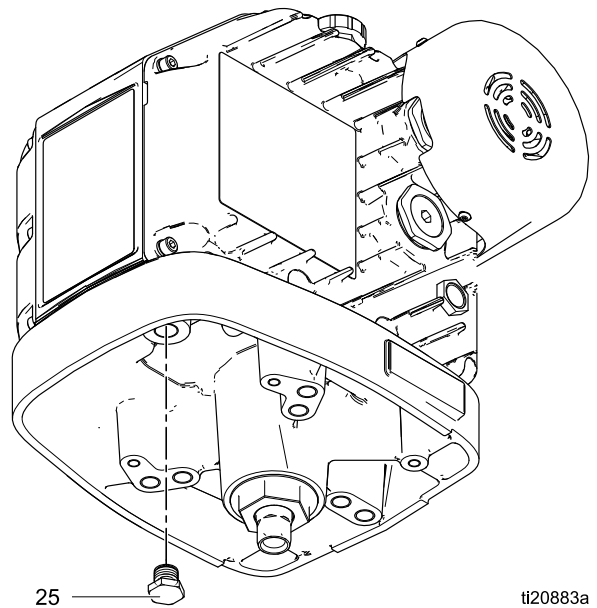
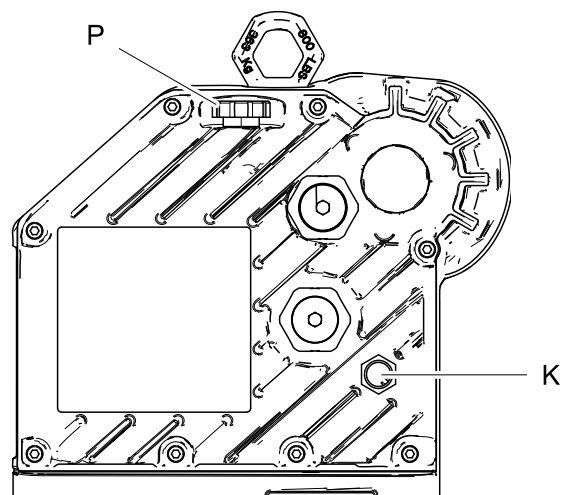

Figure 14 Korek spustu oleju
Figure 15 Wziernik i korek wlewu oleju
1. Patrz rys. 14. Umieścić pojemnik o pojemności minimum 1,9 l (2 kwarty) pod otworem spustu oleju. Wyciągnąć korek spustu oleju (25). Począć, aż cały olej zostanie spuszczone z silnika.
2. Założyć z powrotem korek spustu oleju (25). Dokręcić momentem 34–40 N•m (25–30 ft-lb).
3. Patrz rys. 15. Otworzyć korek wlewu (P) i wlać produkt Graco o nr 16W645 ISO 220 — syntetyczny olej do przekładni bez silikonu. Sprawdzić poziom oleju przez wziernik (K). Napełniać do momentu, aż poziom oleju będzie blisko połowy wziernika. Maksymalna ilość oleju, jaką można wlać wynosi 1,4 l (1,5 kwarty). **Nie przepęlniać.**
Patrz rys. 15. Sprawdzić poziom oleju przez wziernik (K). Poziom oleju powinien być blisko połowy wziernika, kiedy urządzenie nie pracuje. Jeżeli poziom oleju będzie niski, należy, w miarę zapotrzebowania, otworzyć korek wlewu (P) i wlać produkt Graco o nr 16W645 ISO 220 — syntetyczny olej do przekładni bez silikonu. **Nie przepęlniać.**